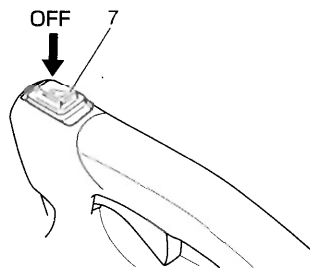

Fig. 9
**Arrêt de la débroussailluse (Fig. 9)**